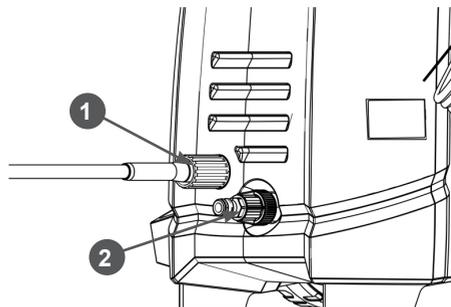

Рис. 5 Подключение шланга высокого давления и фильтра тонкой очистки
5. Подсоедините шланг высокого давления к выходному штуцеру. Для этого конец шланга установите напротив выходного штуцера и прижмите к нему, гайку 1 (Рис. 5) шланга крепко закрутите рукой по часовой стрелке.
6. Установите фильтр 2 (Рис. 5) тонкой очистки на входной штуцер.